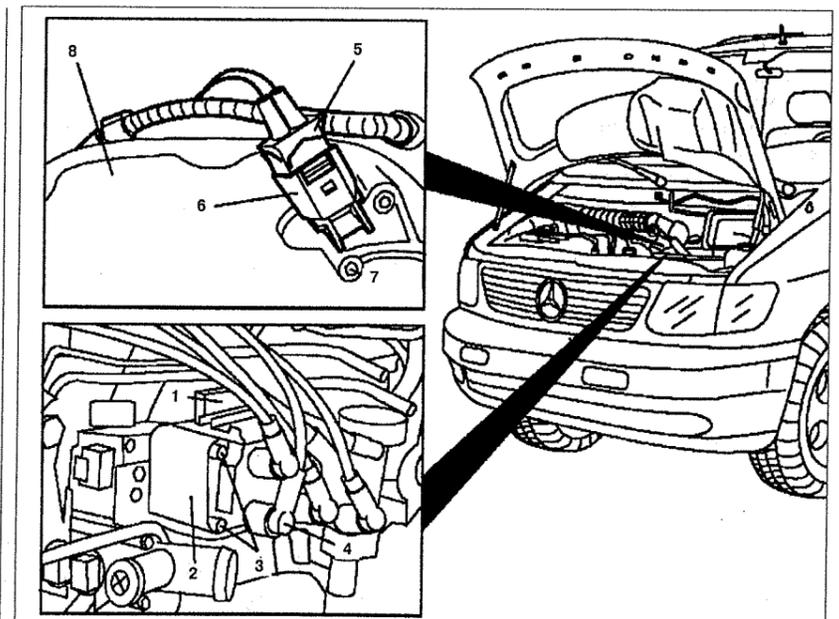

Рис. 3.51. Датчик частоты вращения распределительного вала:
3. Открутите болт 7 (см.рис.3.51).